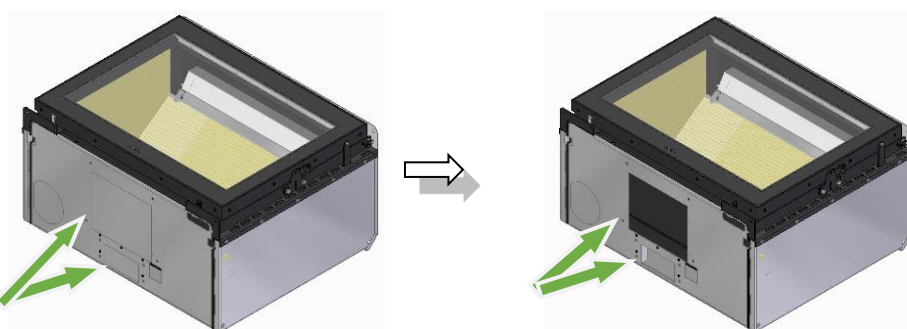

Figura 48 – Remoção do kit de ventilação
a. Nestes modelos de equipamento o Kit de ventilação é colocado por baixo do equipamento. Para fixar o kit de ventilação opcional, terá primeiramente que partir com um martelo as micro-juntas do fundo, para poder fixar o ventilador e os acessórios do kit de ventilação, ver Figura 48.